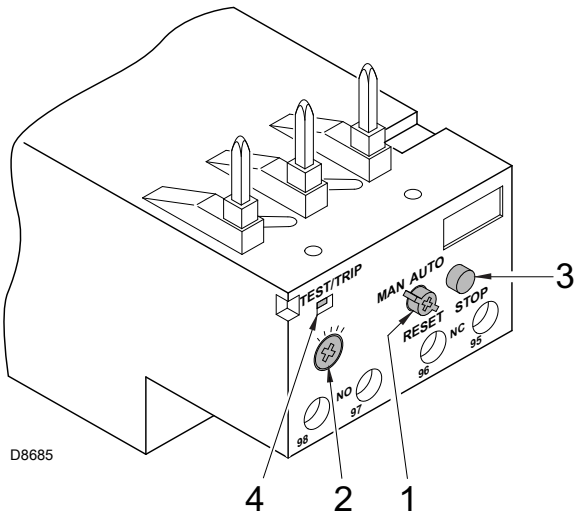

图 26
热继电器可避免由于吸收电功率突然增大或缺相而导致的马达损坏。要校准 2) (图 26)，请参看电气接线图中的表格。
- 将燃气阀组管路中的空气排净，连接一个塑料管到最小燃气压力开关的压力测试点 1) (图 26)。将该塑料管伸到建筑物外，可以闻到燃气的味道。